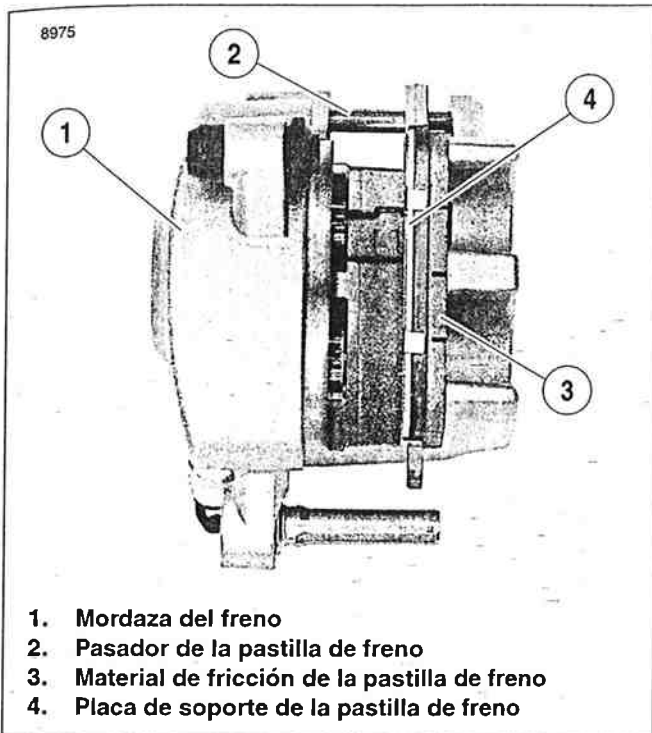

Figura 2-96. Preparación de la mordaza para la extracción del pistón
2. Deslice para sacar la mordaza del freno de la pieza de soporte de montaje (1).
3. Quite el resorte de pastilla (16). No quite la válvula de purga (10) en este momento.
4. Vea la Figura 2-96. Instale una pastilla de freno desechada en la mordaza (1) con la placa de soporte (4) orientada hacia los pistones. Coloque la pastilla de freno de manera que el material de fricción (3) está contra la parte trasera de la mordaza como se muestra.
5. Sin apretar instale el pasador de la pastilla de freno (2) para sostener la pastilla de freno en su lugar.